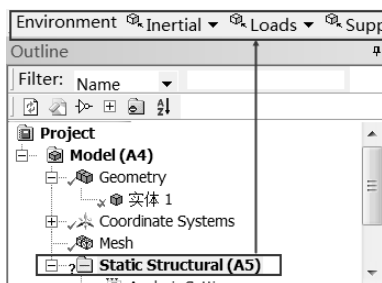

图 5-176 Environment 工具栏
Step1：选择 Mechanical 界面左侧 Outline（分析树）中的 Static Structural（A5）选项，此时会出现如图 5-176 所示的 Environment 工具栏。